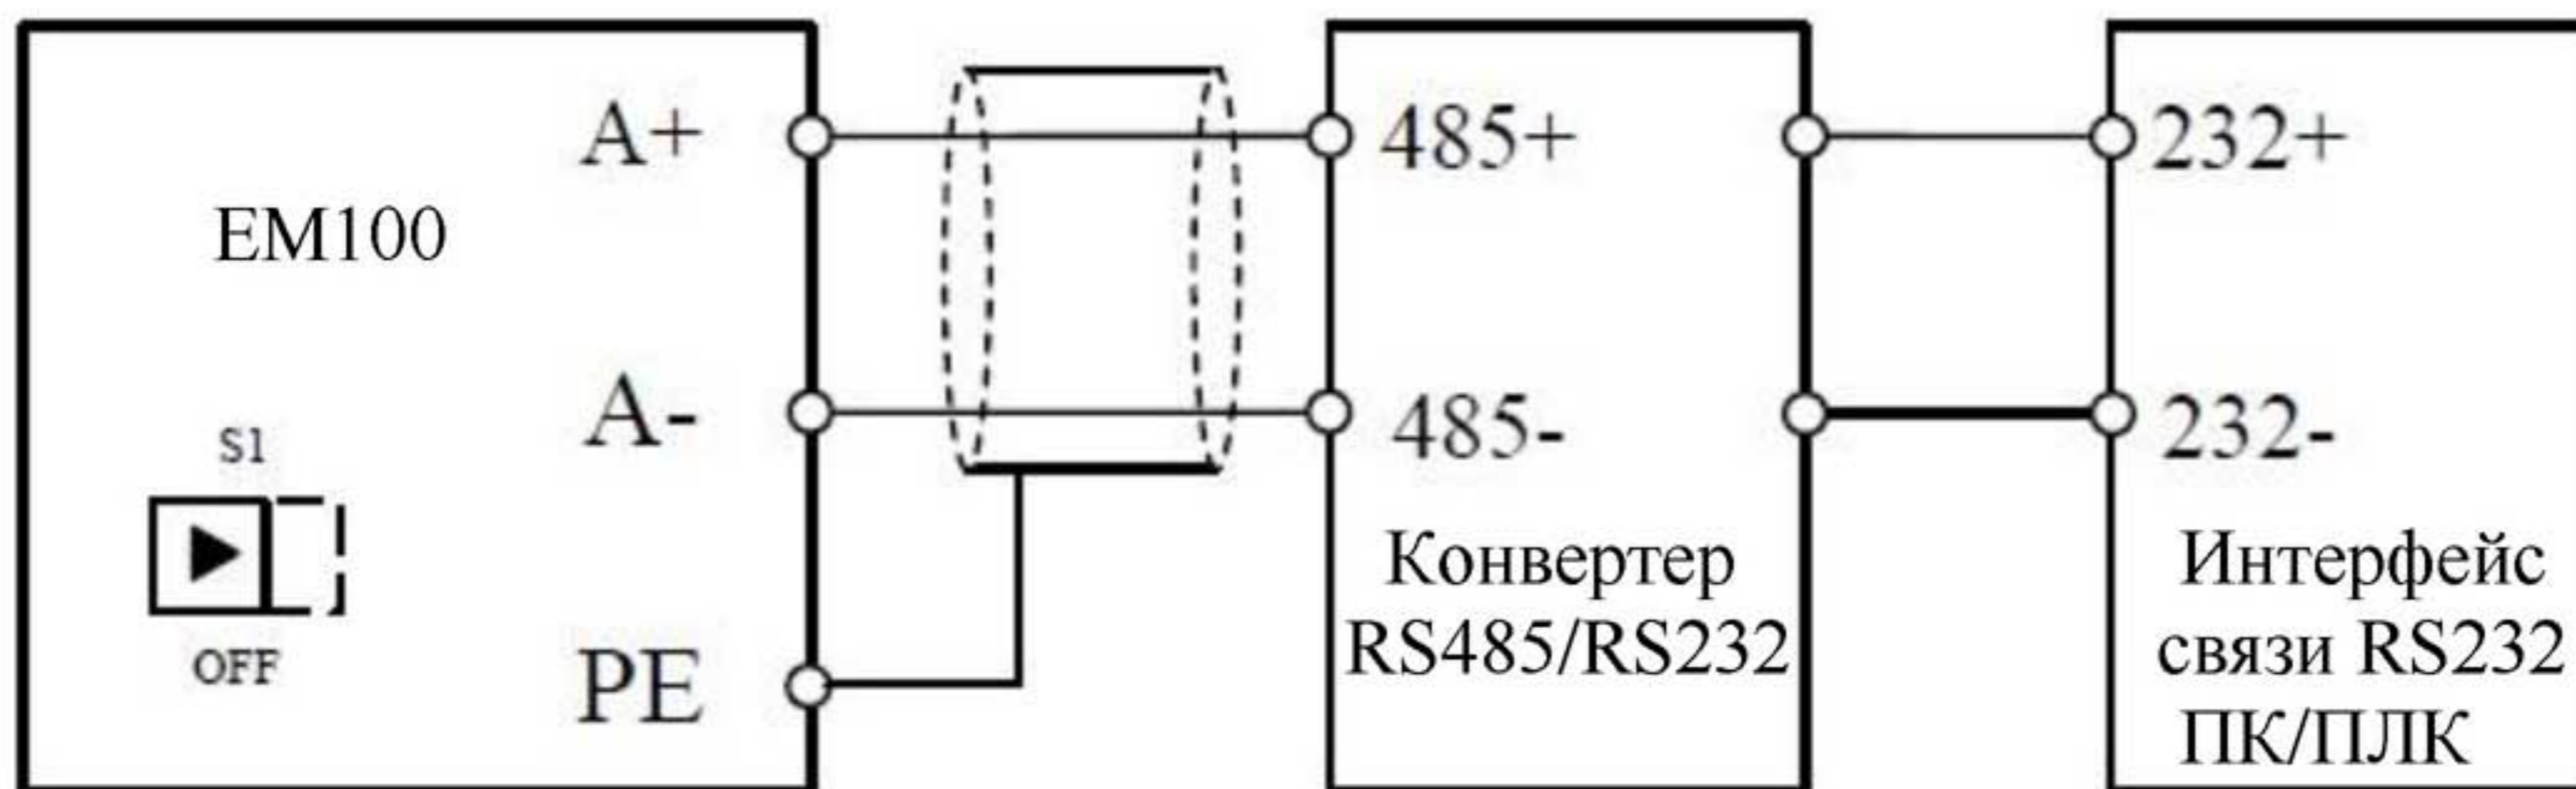

Рис. 3-21 Соединение ПЧ с ПК/ПЛК с помощью конвертера RS485/RS232
3. Схема подключения ПЧ к ПК/ПЛК через конвертер RS485/RS232 показана на Рис. 3-21